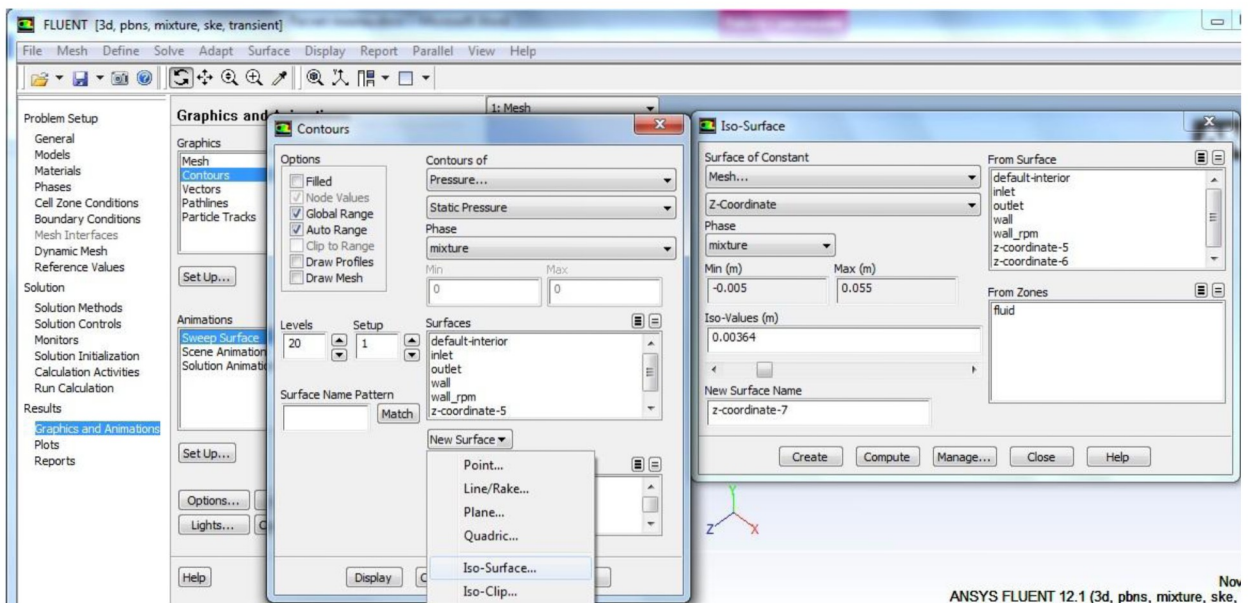

Рисунок 42 – Создание вспомогательной плоскости (*Iso-Surface*)
- В появившемся окне (рисунок 42) в поле *Surface of Constant*, выбирается *Mesh* (Сетка) и *Z-Coordinate* (Координата-Z).